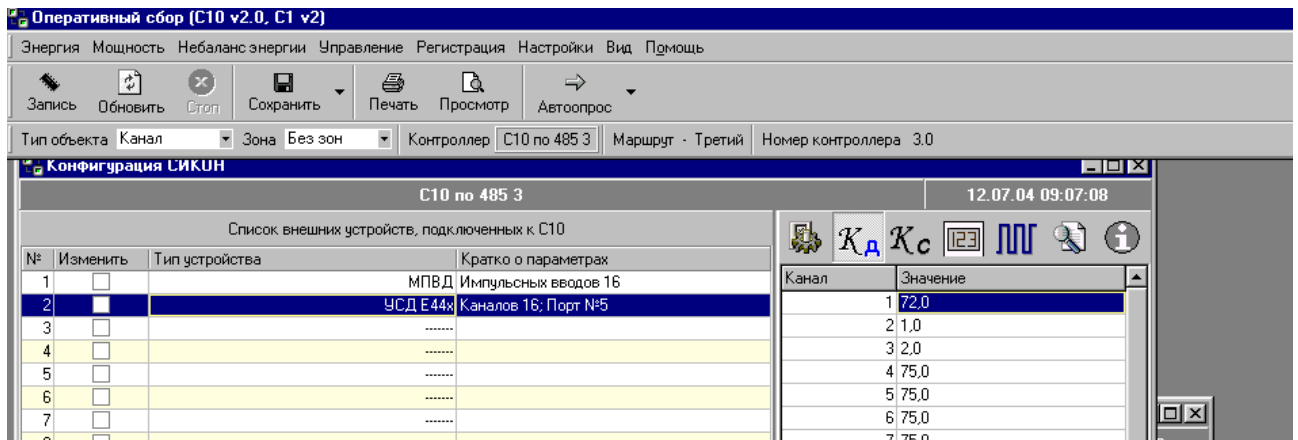

Рис.3.
3. В меню «Управление \ Конфигурация СИКОН» для используемых каналов УСД задать коэффициенты датчиков (Кд) и счётчиков (Кс) (см. Рис.3.). Проверить значения коэффициентов. Записать настройки в контроллер.